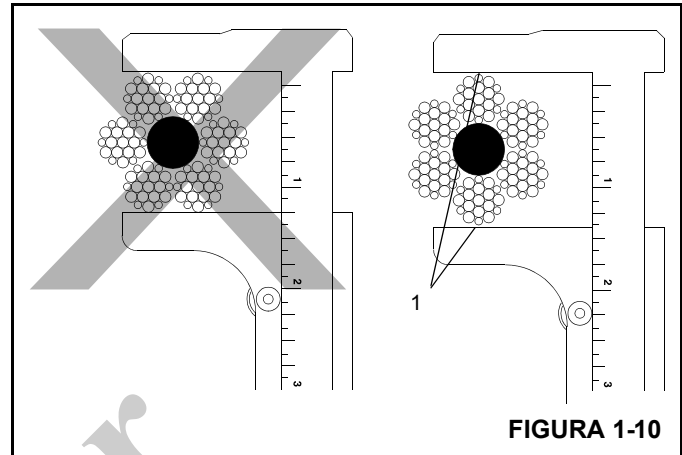

FIGURA 1-10
12. Mida el diámetro del cable entre las coronas (1) de las trenzas para determinar si el cable se ha dañado Figura 1-10.